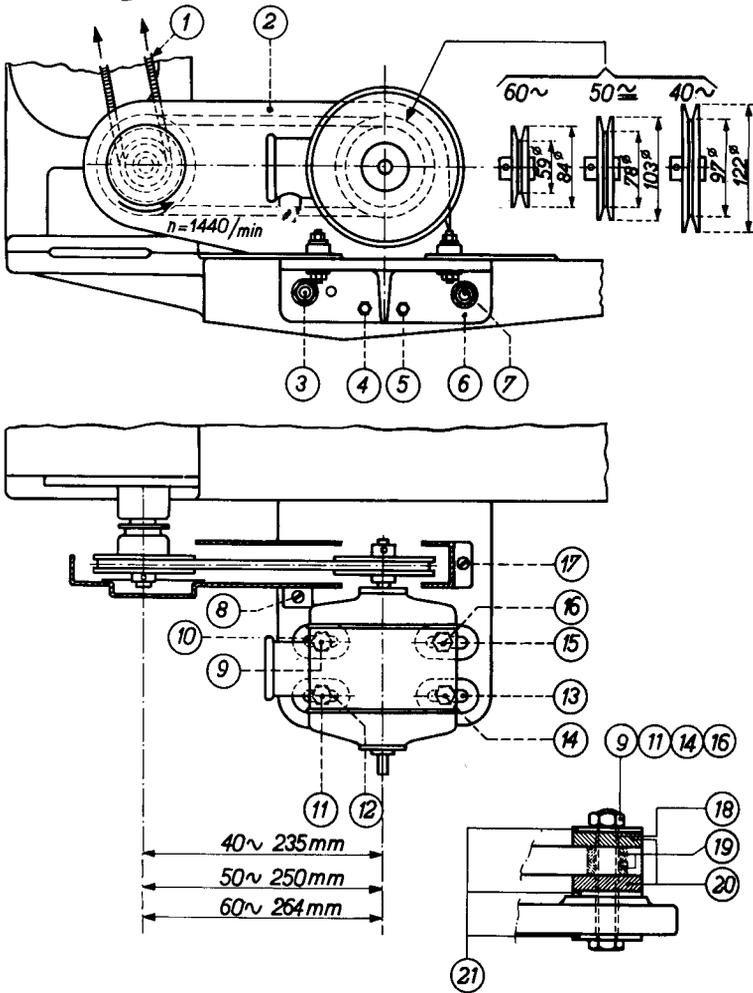

Fig. 8
In Fig. 8 sind die verschiedenen Motorriemenscheiben und der ungefähre Abstand "Mitte Projektorriemenscheibe - Mitte Motorriemenscheibe" angegeben.
Montage des Motorsockels und des Motors (Fig. 8)
- . Den Motor provisorisch mittels der vier Bolzen "9", "11", "14" und "16" befestigen (in Fig. 8 ist: "18" = Distanzstück, "19" und "20" = vier Gummiringe, "21" = drei Unterlegscheiben).
Gummieriemen "1" (Fig. 8) über die Riemenscheibe des Tachometers und über die kleine, an der Projektorriemenscheibe montierte Scheibe legen.